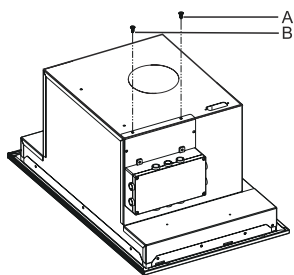

Fig. 11
2. ► Den svarta elektronikboxen är monterad på sidan av fläkten från början. Denna kan flyttas genom att skruvarna vid punkt A & B skruvas ut (Fig. 11).